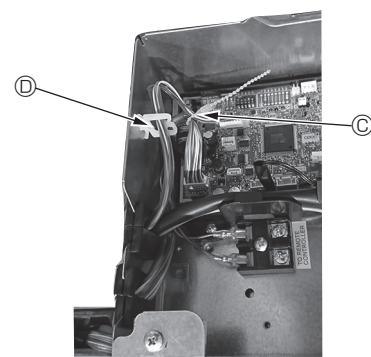

Fig. 10-14
- i-see Sensör ve sinyal alıcı bağlı kablolarının fazla kısımlarını şemada gösterildiği gibi elektrikli aksam kutusunda kablo kıskacına yerleştirin ve kabloları hep beraber tespit malzemesi ile tespit edin. (Fig. 10-14)